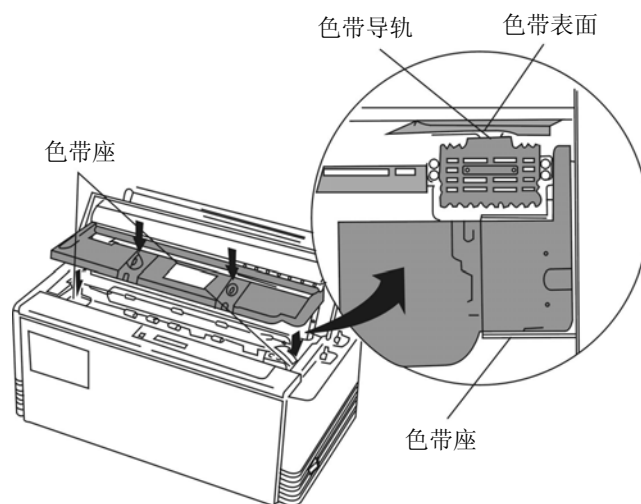

图 2-8 安装色带盒
4. 将色带盒放进左右侧的色带座中，色带需放在色带导轨上。检查以确定左边色带座的色带主动轴已插进色带盒底部的孔内（如图 2-8 所示）。